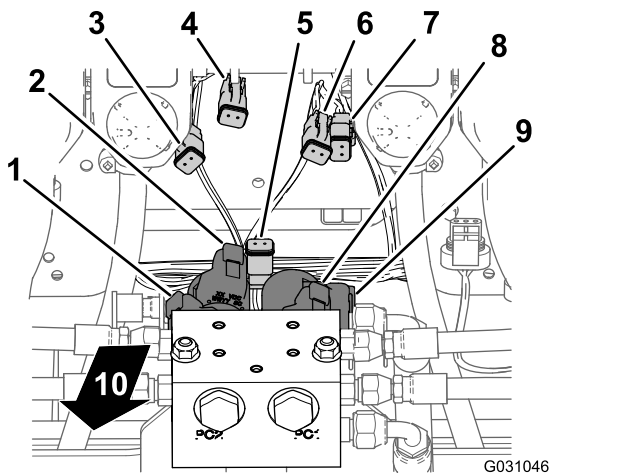
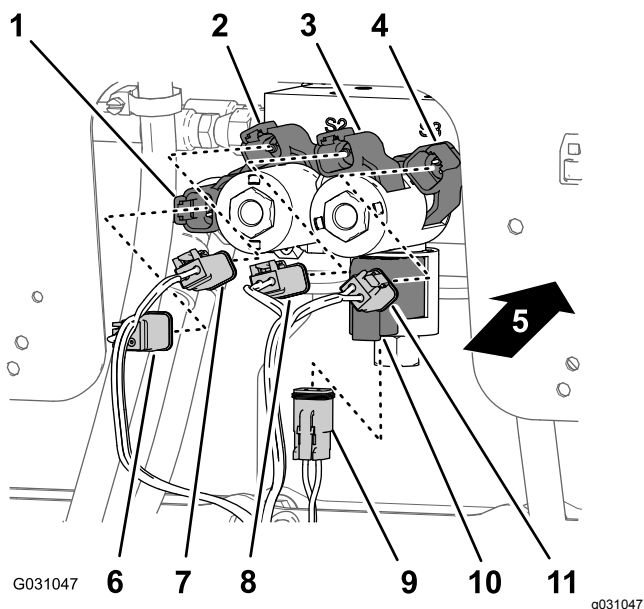

Рисунок 131
Рисунок 132
1. В нижней части коллектора подъемного цилиндра подсоедините 2-гнездовой разъем заднего жгута проводов с маркировкой **Enable Solenoid** (Электромагнит включения) к 2-штыревому разъему электромагнита включения (Рисунок 131 и Рисунок 132).
подъема правого цилиндра (Рисунок 131 и Рисунок 132).
4. В месте расположения нижнего левого электромагнита подсоедините 2-гнездовой разъем с маркировкой **Left Down** (Опускание левого цилиндра) заднего жгута проводов к 2-штыревому разъему электромагнита опускания левого цилиндра (Рисунок 131 и Рисунок 132).
2. В месте расположения нижнего правого электромагнита подсоедините 2-гнездовой разъем с маркировкой **Right Down** (Опускание правого цилиндра) заднего жгута проводов к 2-штыревому разъему электромагнита опускания правого цилиндра (Рисунок 131 и Рисунок 132).